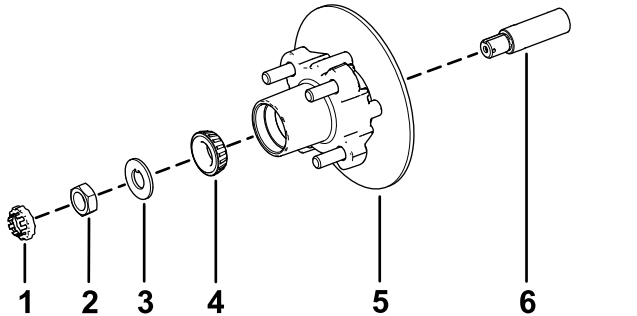

図 34
1. スピンドルに所定のグリスを薄く塗る 図 34。
2. ハブとロータをスピンドルに取り付ける。ロータを内側にする 図 34。
3. スピンドルに外側ベアリングを取り付けてレースにはめる 図 34。
4. スピンドルにタブワッシャを取り付ける 図 34。
5. スピンドルにスピンドルナットを取り付け、ハブを回してベアリングを着座させながらナットを 15 N·m 1.52 kg·m = 11 ft·lb に締めつける 図 34。
2. ブレーキパッドをロータのそれぞれの側に合わせ 図 30、キャリパブラケットの穴と、スピンドルフレームのブレーキ取り付け部の穴を整列させる 図 34。